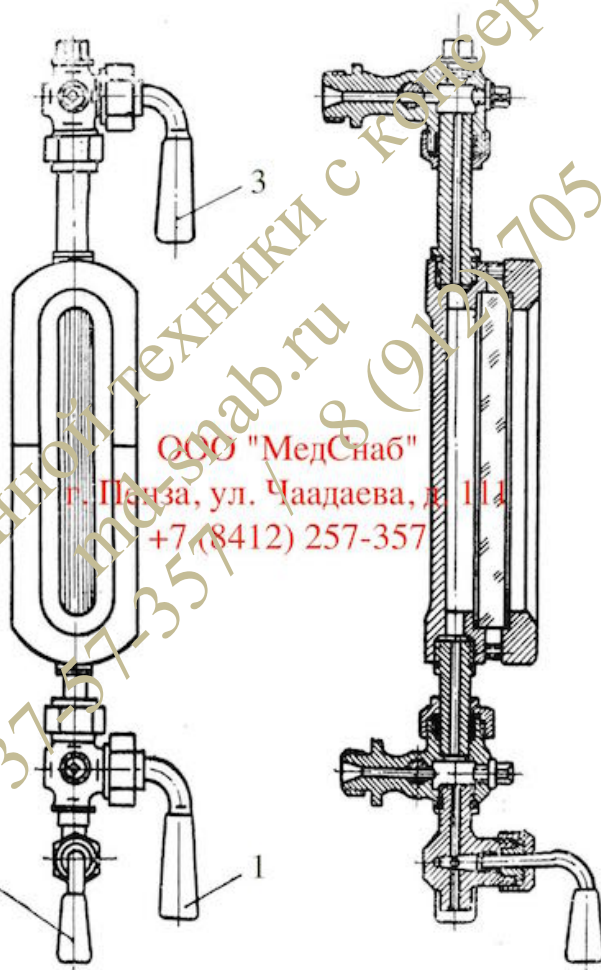

Рис. 3. Водоуказательное стекло:
6. Водоуказательное стекло (рис. 3) служит для наблюдения за уровнем воды в котле. Нижний кран 1 в открытом положении ручкой вниз сообщает водоуказательную колонку с водяным пространством котла, а верхний кран 3 – с паровым. Кран 2 служит для продувки и опорожнения стекла от воды (в закрытом положении – ручка вниз).